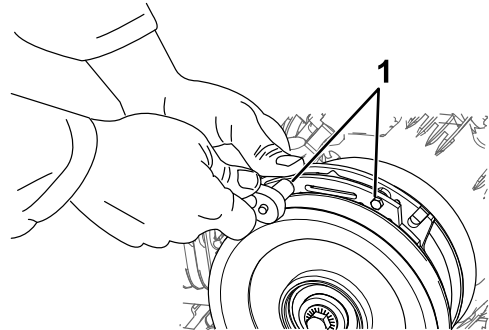

Bild 63
- A. Lösen Sie die beiden Befestigungsschrauben der Bremse um eine halbe bis ganze Umdrehung, wie in Bild 63 abgebildet.